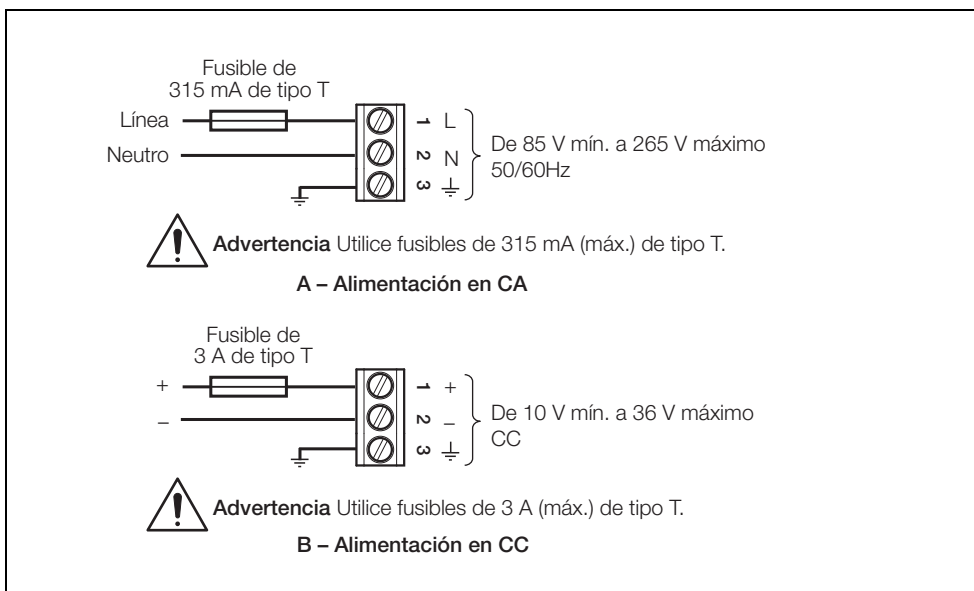

Fig. 2.10 Conexiones de la fuente de alimentación
- Este instrumento no tiene interruptor, por lo tanto, la instalación final debe contar con un dispositivo de desconexión, como un interruptor o un disyuntor, de conformidad con las normas de seguridad aplicables. El dispositivo debe montarse muy cerca del instrumento, en un lugar de fácil acceso para el operador, y debe estar identificado claramente como dispositivo de desconexión para el mismo. Debe instalarse un fusible como se indica en la Fig. 2.10.